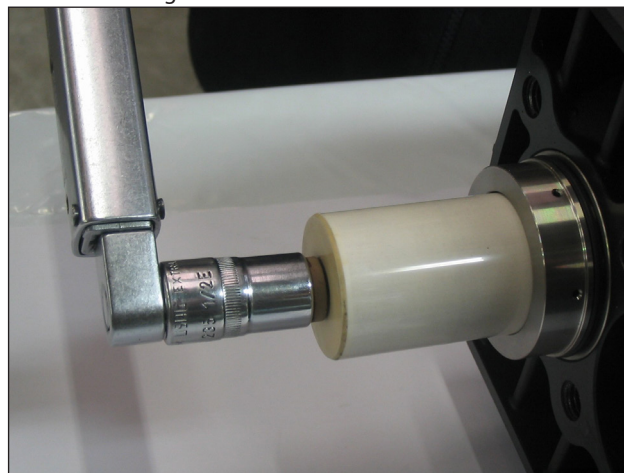

Fig. 23
A) Desserrer les vis M7x1 de fixation du piston comme le montre la Fig. 23.